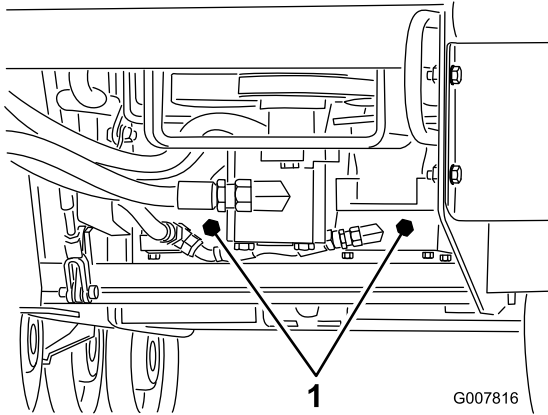

Bild 21
- Drehen Sie die Schleppventile auf der Hydraulikölpumpe mit einem Schraubenschlüssel zweimal nach links (Bild 21).